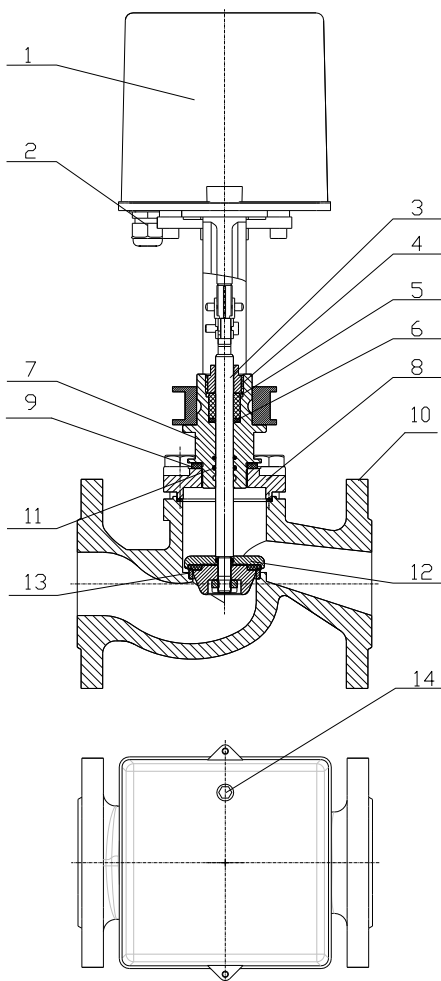

Рис. 6.1
Вид клапана с электрическим исполнительным механизмом (приводом) АРВС.746967.137 приведен на рис. 6.1. Клапан состоит из следующих узлов и деталей:
- подать с управляющего устройства (регулятора) команду на открытие клапана, шток 3 (см. рис. 6.1) должен двигаться вверх;
- подать с управляющего устройства (регулятора) команду на закрытие клапана, шток 3 (см. рис. 6.1) должен двигаться вниз;
- Вставить ключ шестигранный для размера 5 мм (приобретается отдельно) в гнездо для рукоятки ручного управления (рис. 6.1)